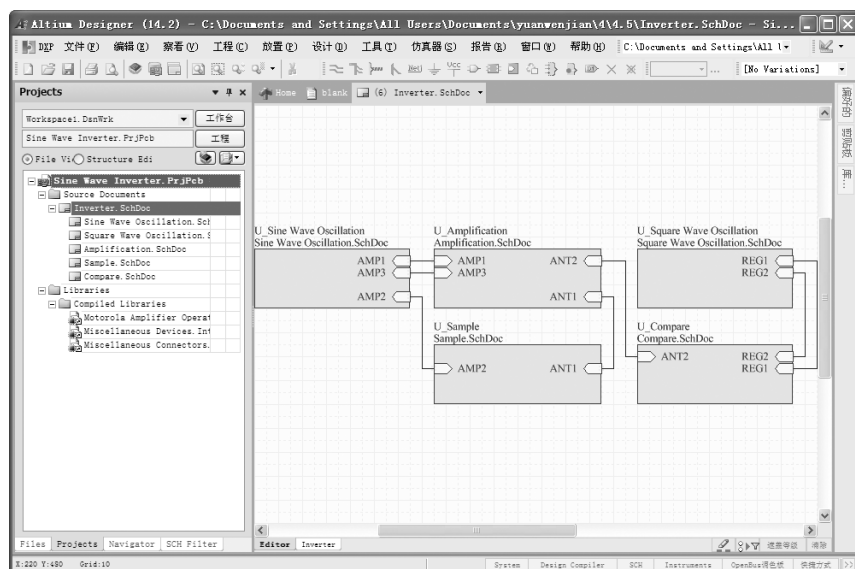

图 5-33 编译结果
1) 选择菜单命令“工程”→“Compile PCB 工程”(编译电路板工程), 编译本设计工程, 编译结果如图 5-33 所示。